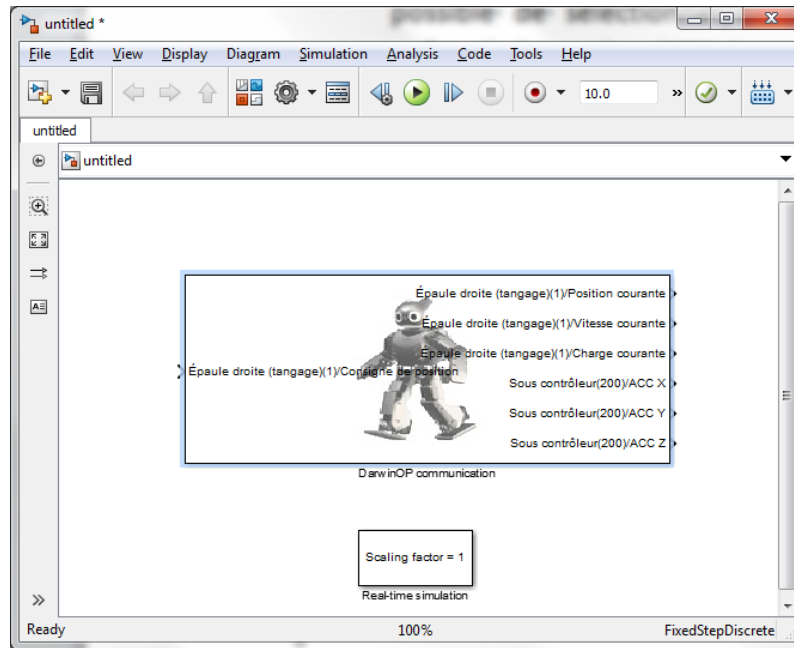

Figure 7 Début de modèle avec les blocs DarwinOP
Vous pouvez ensuite déposer les composants « DarwinOP communication » et « Real-time simulation » sur la feuille de dessin pour obtenir le modèle de la Figure 7. Un seul bloc « Real-time simulation » est nécessaire. Il est possible de placer plusieurs blocs « DarwinOP communication » si nécessaire (par exemple pour simuler avec deux robots ou pour avoir plusieurs fréquences d'échantillonnage) bien que cela ne soit pas recommandé car chaque nouveau bloc « DarwinOP communication » augmente la limite inférieure sur le temps d'échantillonnage en mode « simulation ».
- blocs/darwin-blk.jpg : image affichée sur le bloc « DarwinOP communication » (Figure 7) ;
- blocs/darwin-conversion.jpg : image affichée sur le bloc « Speed/Load conversion » (Figure 7) ;